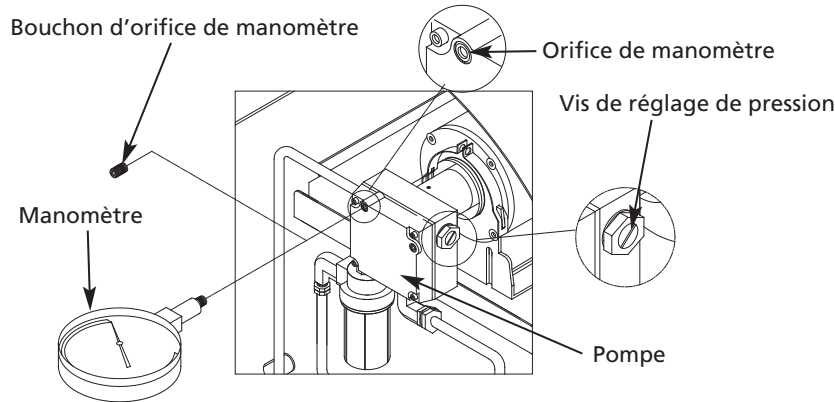

Figure 19 – Réglage de la pression de la pompe
- Installer le manomètre dans l'orifice (voir la Figure 19, page 10).